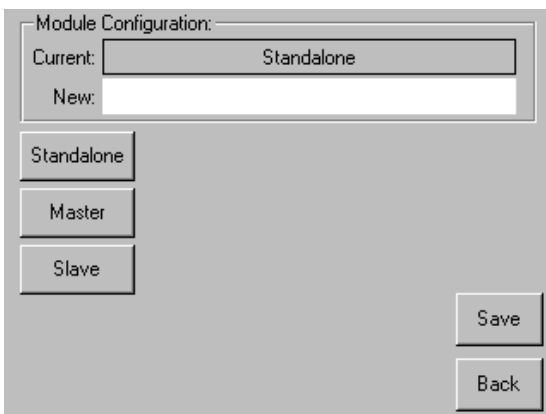

図3-4: [Module Configuration]画面
- [Module Configuration]メニュー オプションの横のボタンを押し、次に、[Master]ボタンを押します (図3-4を参照)。
5. [Module Configuration]メニュー オプションの横のボタンを押して、[Slave]ボタンを押します（図3-4を参照）。